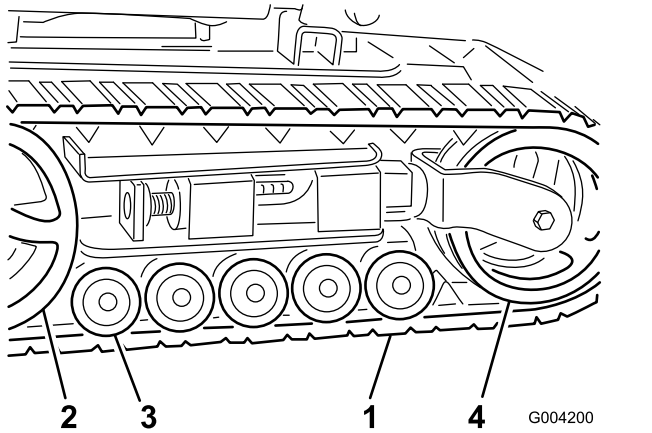

图 45
**重要事项** 确保全面清洁车轮、张紧轮和驱动链轮图 45。清洁时车轮应该能够自由旋转。